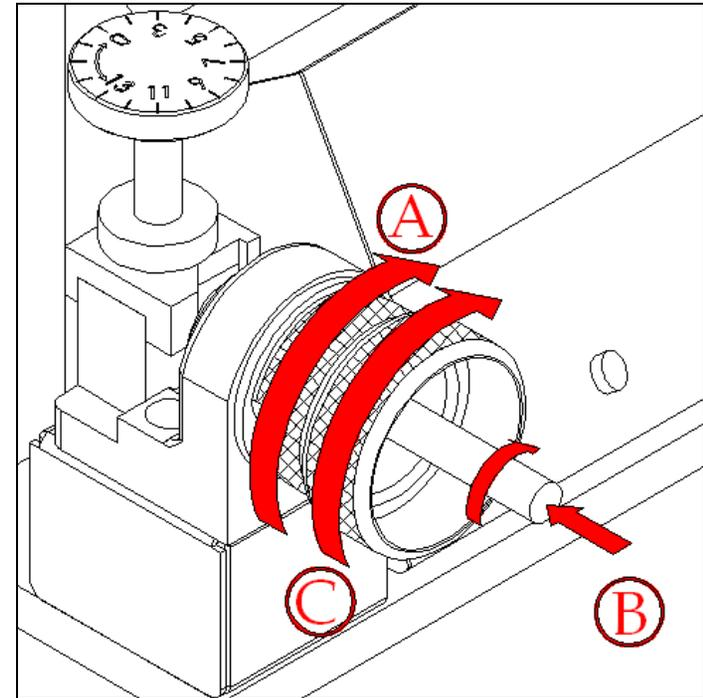

Figura 4-4
- C. Gire o conjunto de fixação da pinça para a direita e aperte. (Figura 4-4)